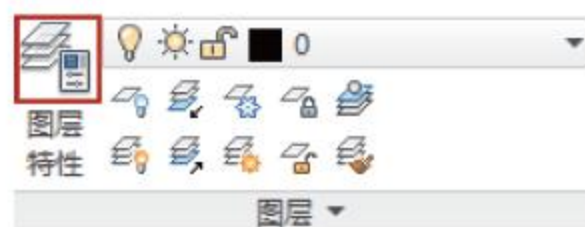

图2-102 单击按钮
- 功能区：单击【图层】面板中的【图层特性】按钮，如图2-102所示。